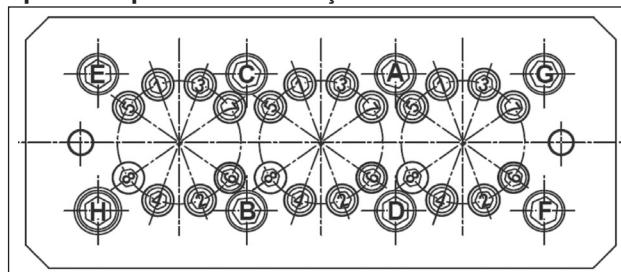

Fig. 54
- ** Os parafusos de fixação do cabeçote devem ser apertados, respeitando as fases e a ordem indicadas no esquema da Fig. 54.
- *** Os parafusos de fixação das camisas devem ser apertados, respeitando as fases e a ordem indicadas no esquema da Fig. 54.